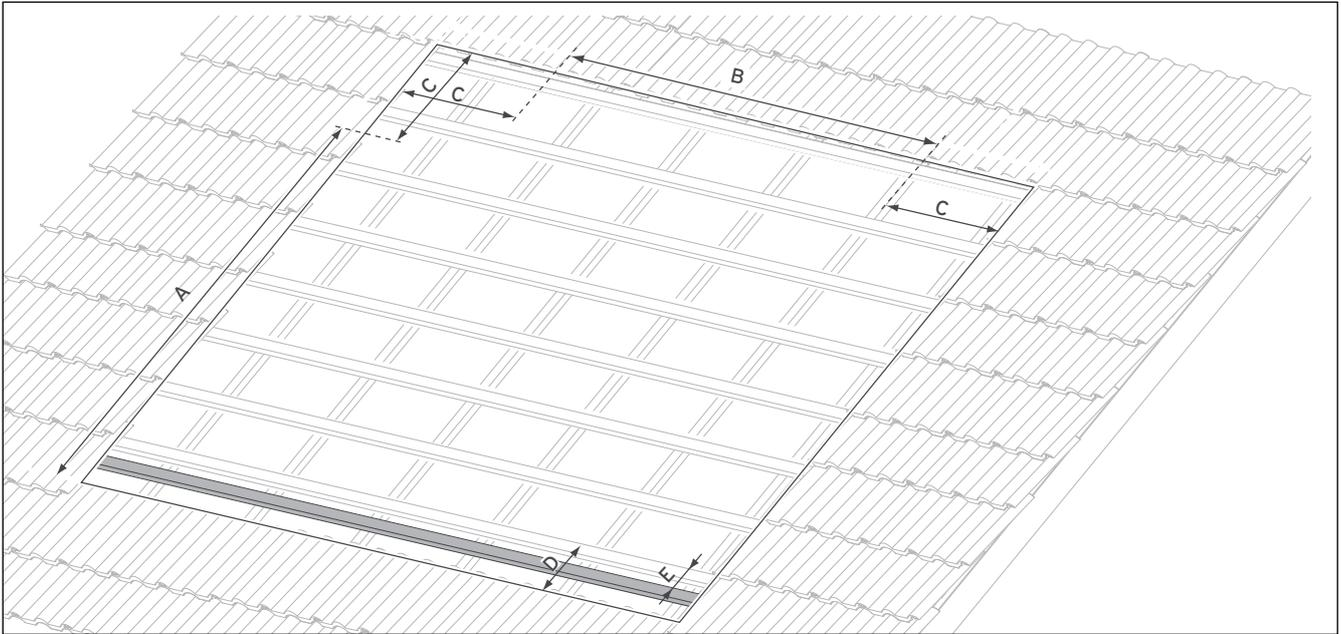

Abb. 5.7 Maße für das Einbaufeld und für die Lage der Dachrinne unten (Bezugslinie ist jeweils die Dachsteinkante)
- Legen Sie anhand der Maße (→ **Abb. 5.7, Tab. 5.5**) das Einbaufeld auf dem Dach fest.